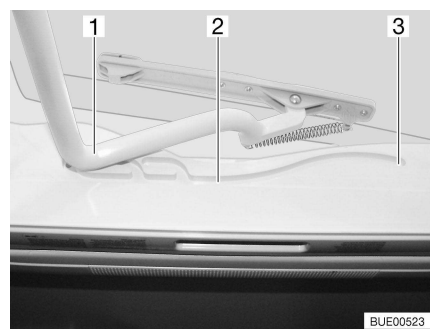

Fig. 35 Claraboya Heki, guía
- Tirar el estribo (Fig. 35,1) en las guías (Fig. 35,2) hasta la posición trasera final (Fig. 35,3).
- Empujar el estribo (Fig. 35,1) ligeramente hacia arriba con ambas manos.
- Tirar el estribo en las guías (Fig. 35,2) hasta la posición deseada.